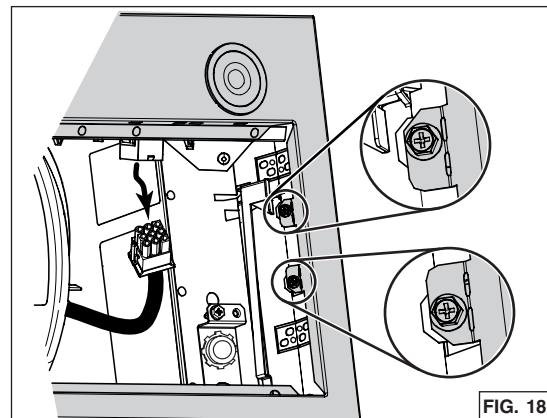

FIG. 18
5. Débrancher le câble du ventilateur de son connecteur situé sur le châssis. Démontez le châssis de la hotte en retirant ses 4 vis de retenue (deux par côté, encerclées dans la FIG. 18). Mettre de côté le châssis avec ses vis.